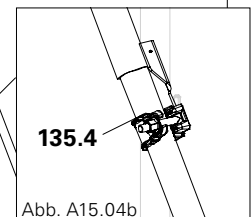

Abb. A15.04b
3. Untere Kupplung (135.4) lösen und Multiabstützung soweit ausziehen bis der erforderliche Abstützwinkel von $\alpha \leq 60^\circ$ erreicht ist. Untere Kupplung anziehen. (Abb. A15.04b)